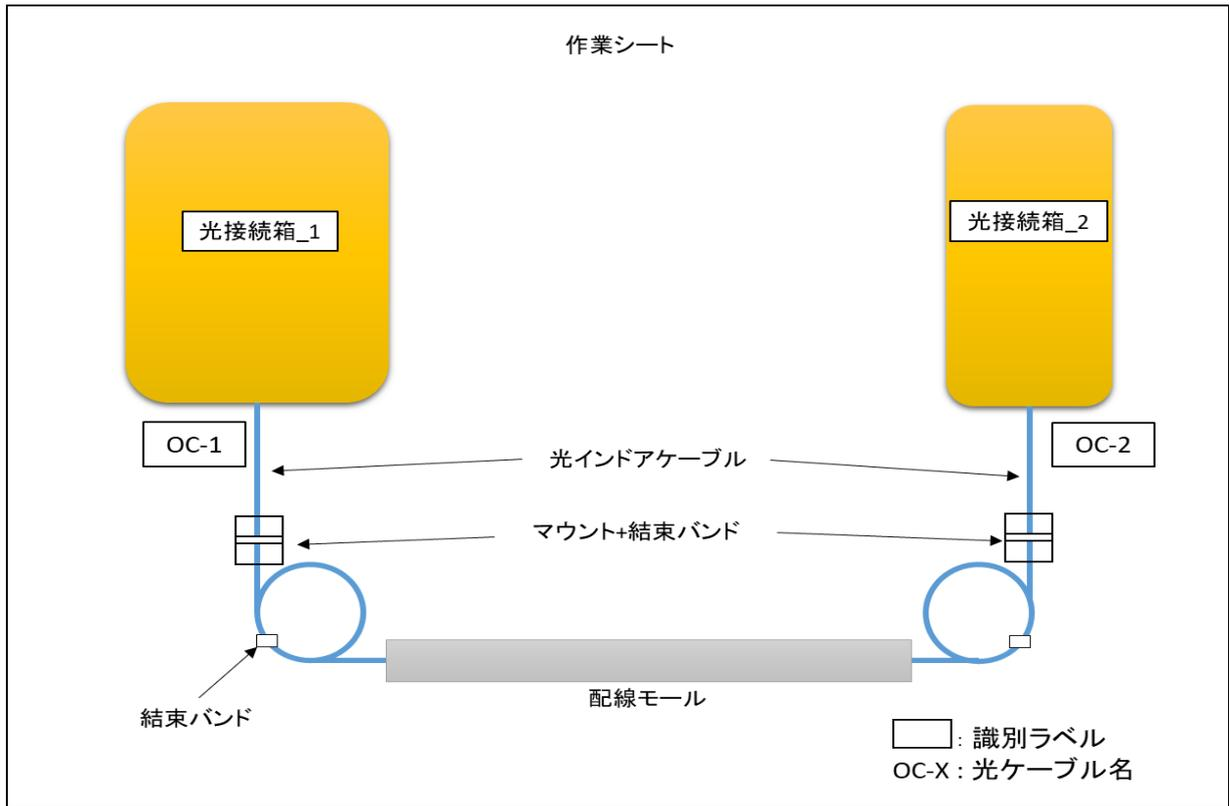

図1 配置図
- ・ ケーブル及び光接続箱に識別ラベルを取り付ける。識別ラベル名は、図1に記載の記号とする。